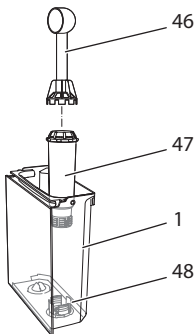

Abb. 25: Wasserfilter ein-/ ausschrauben
- Entfernen Sie den Wasserfilter, wenn das Gerät Sie dazu auffordert (siehe Abb.25, Seite 30).